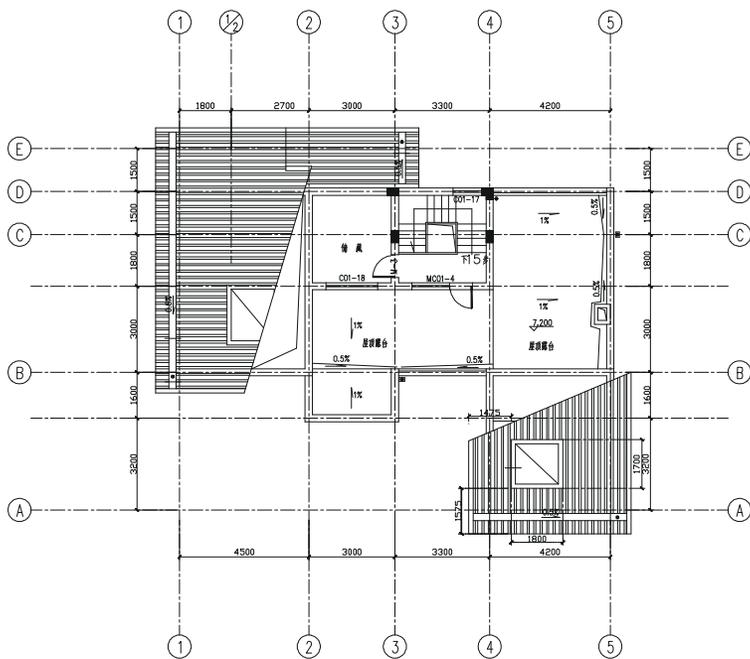

图 9-2-29
(5) 用同样的方法绘制另一部分瓦面，并进行尺寸标注和文字标注，得到如图 9-2-29 所示的屋顶层平面图。